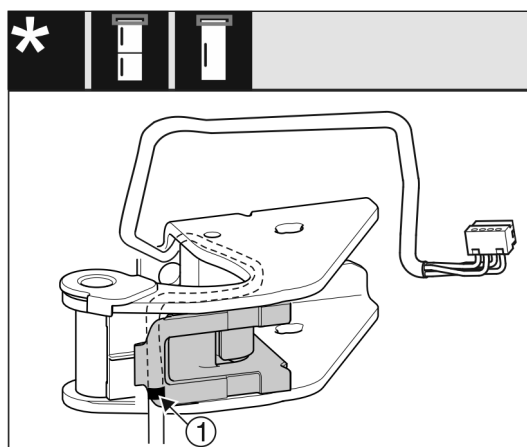

Fig. 16
- ▷ Stredná značka sa pritom musí nachádzať na hrane držiaka kábla Fig. 16 (1).